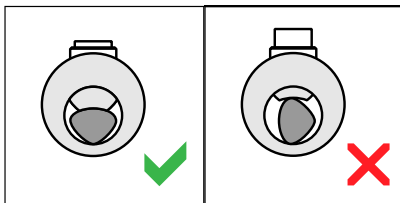

Abbildung 4: Kabelleiter ausrichten
4. Richten Sie sektorförmige Leiter möglichst so aus, dass die Abscherschrauben mittig auf dem Kreisbogen sitzen (siehe Abbildung 4).